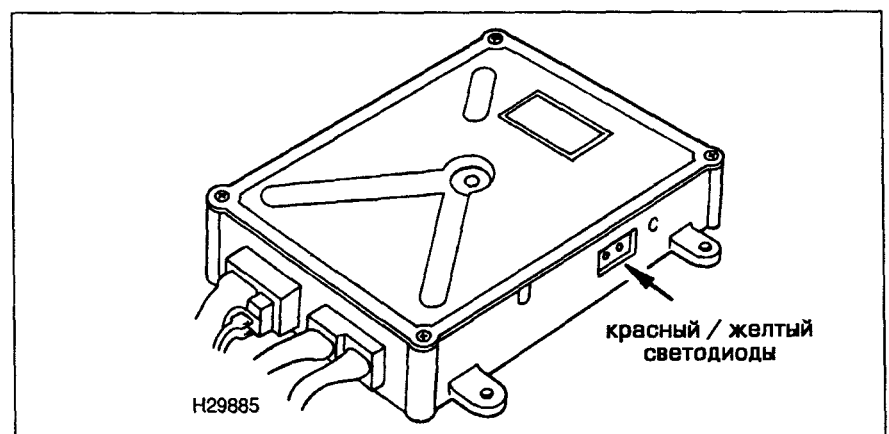

Рис. 28.3. Система PGM-Fi – на корпусе БЭУ имеются два светодиода
- 2 Наблюдайте за красным светодиодом, расположенным в центре корпуса БЭУ (см. рис. 28.3).